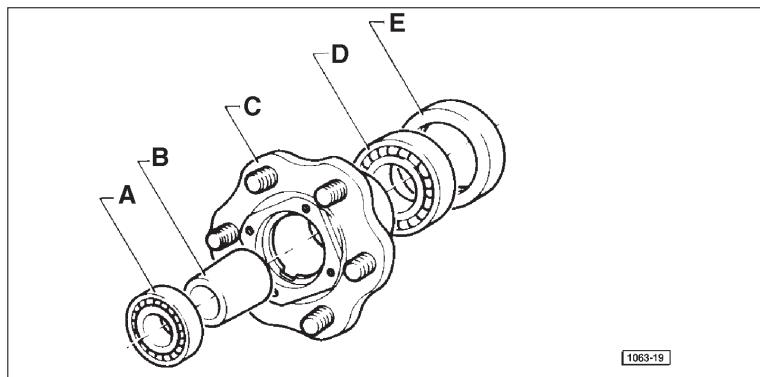

Fig. 19 - Eléments composant le moyeu de roue.
- A l'aide de l'extracteur approprié, déposer le roulement à billes avant **A** et retirer l'entretoise **B**, (Fig. 19).
- En faisant levier, sortir la bague d'étanchéité **E**, puis par l'intermédiaire d'un extracteur déposer le roulement à billes arrière **D**, (Fig. 19).